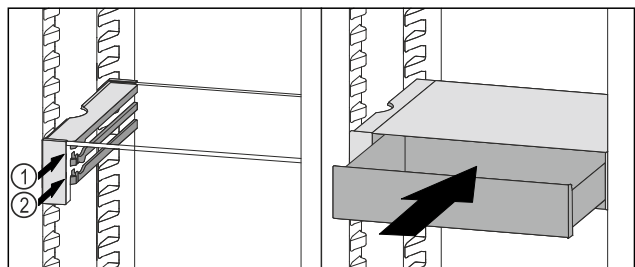

Fig. 140
- ▶ VarioSafe-Schubfach hinter den Stopperrn auf gewünschter Rippe Fig. 140 (1) oder Fig. 140 (2) aufsetzen.